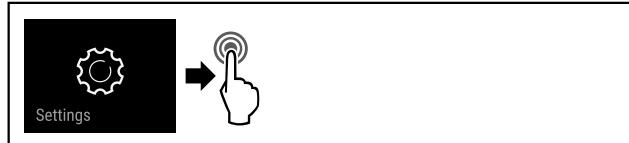

Fig. 116
- Seguir los pasos de procedimiento (consulte Fig. 116).